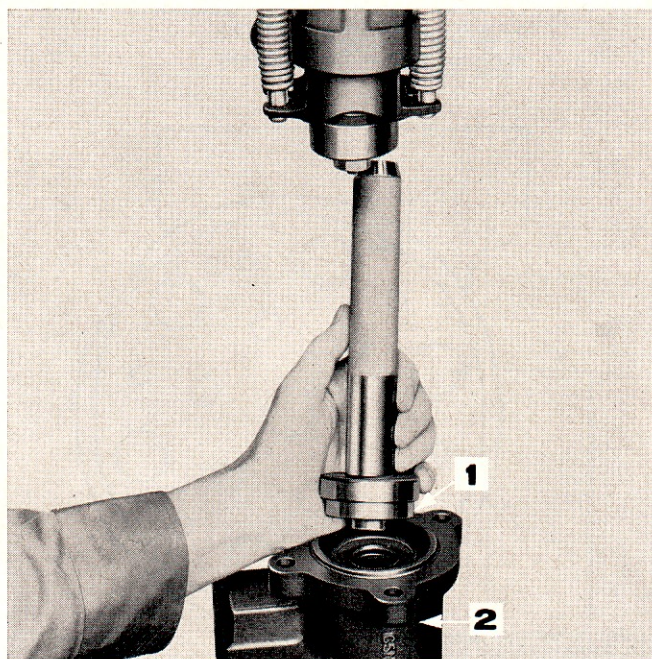

Figure 90: Pose de l'arrêt d'huile d'arbre de pompe
- e. Monter un arrêt d'huile neuf au moyen de l'outil de montage No SW 9, la grande lèvre métallique de l'arrêt d'huile orientée vers l'extérieur du carter (Figure 90). On peut aussi employer l'outil No N-881-C avec l'outil No N-881-B qui joue le rôle de pilote lors de la pose de l'arrêt d'huile.